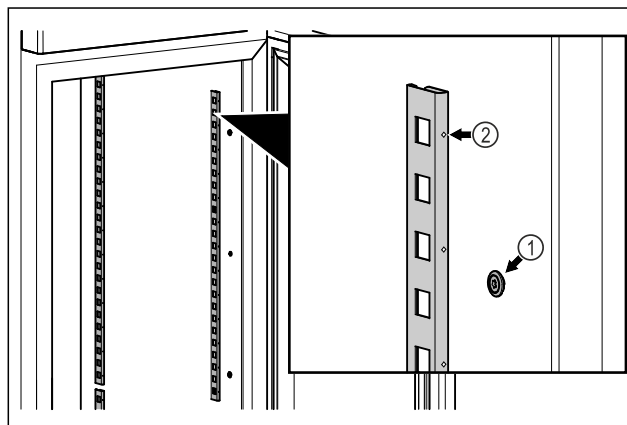

Fig. 58 Eksempelfremstilling
- ▶ Hekt sperrelistene inn i opphengt Fig. 58 (1). Markeringen Fig. 58 (2) må peke fremover.